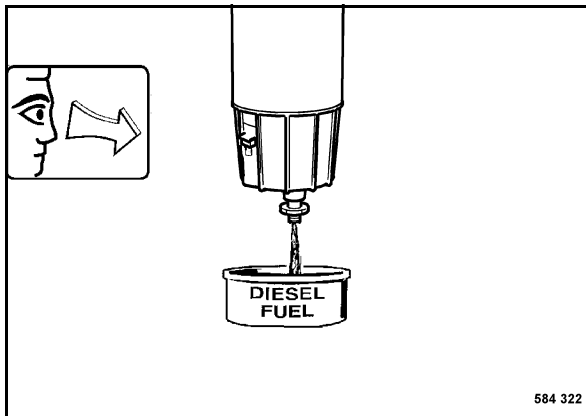

Fig. 167
- Soltar el tornillo de descarga (Fig. 167) por algunas vueltas y recoger el combustible / agua saliendo.